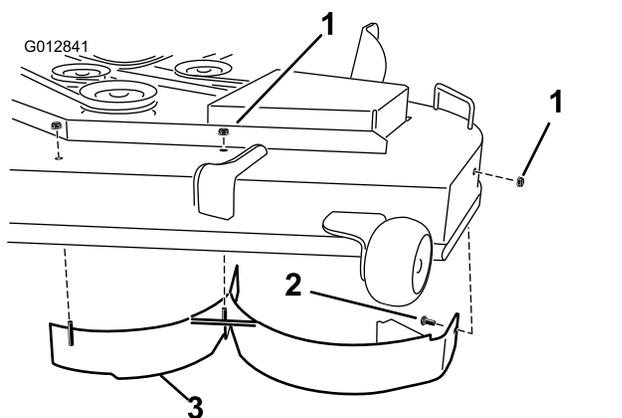

Figure 13
- **Plateaux de 122 cm** : fixez le déflecteur gauche à l'aide de 3 écrous (5/16") et de 1 boulon de carrosserie (5/16" x 3/4"), comme montré à la Figure 13.